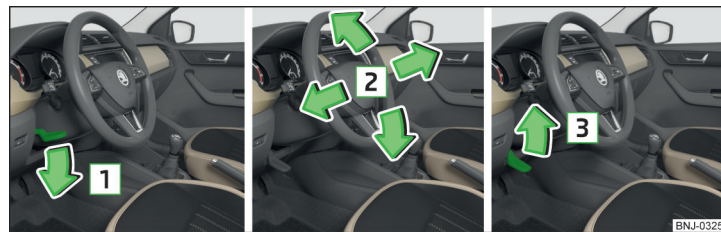

Fig. 16 Regolazione della posizione del volante
- » Abbassare la leva di sicurezza sotto il volante in direzione della freccia 1 » fig. 16.